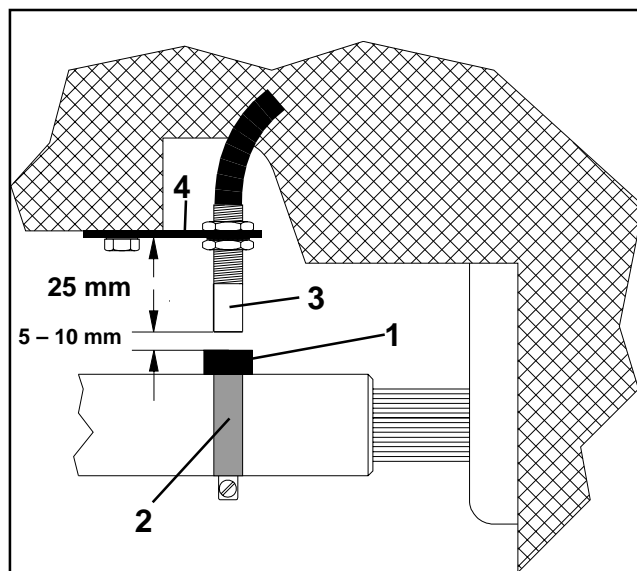

Fig. 14
- Magnett (Fig. 14/1) monteres på kadanakslen med spændebåndet (Fig. 14/2).
- Føleren (Fig. 14/3) med universalholderen (Fig. 14/4) monteres overfor magneten på traktorrammen.